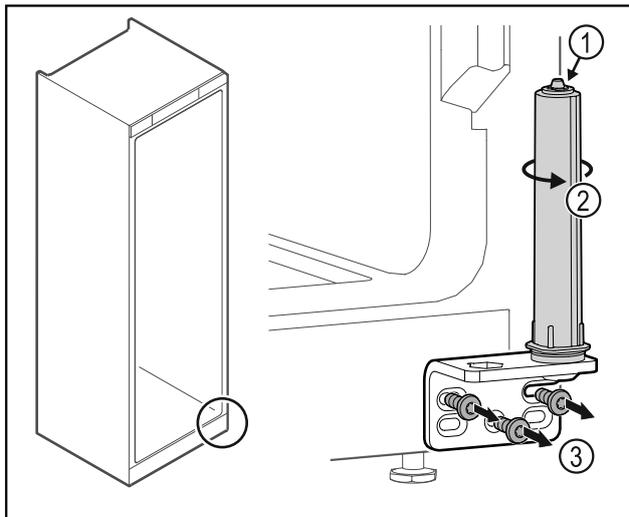

Fig. 25
- Türschließsystem nicht zerlegen Fig. 25 (1).
- Schließsystem Fig. 25 (2) drehen, bis es klickt.
- Scharnierwinkel Fig. 25 (3) abschrauben.